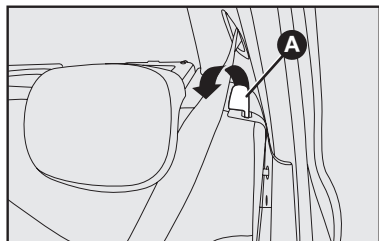

fig. 82
3) Desenganche el respaldo, utilizando las palancas laterales **A-fig. 82**.
En algunas versiones es posible ampliar parcialmente el baúl, inclinando el cojín individual o el doble. Para eso, desbloquee la palanca derecha o izquierda **A-fig. 82** y incline hacia adelante el cojín deseado hasta obtener una superficie de carga única.
**ADVERTENCIA:** el respaldo del asiento trasero se puede colocar en dos posiciones, según la necesidad de más o menos espacio en el compartimiento de equipajes. Para alterar la posición del respaldo, tire de la palanca **A-fig. 82**.